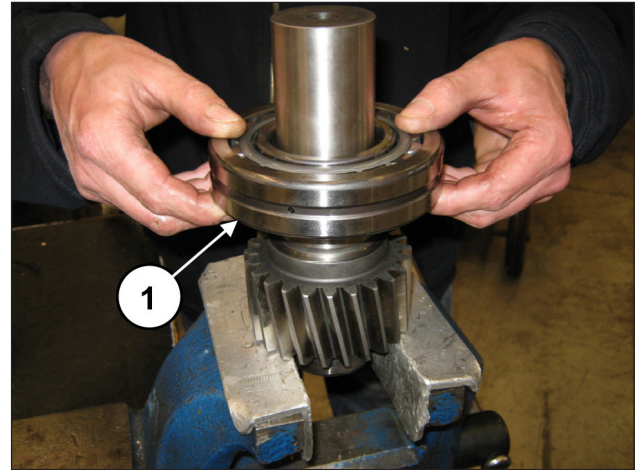
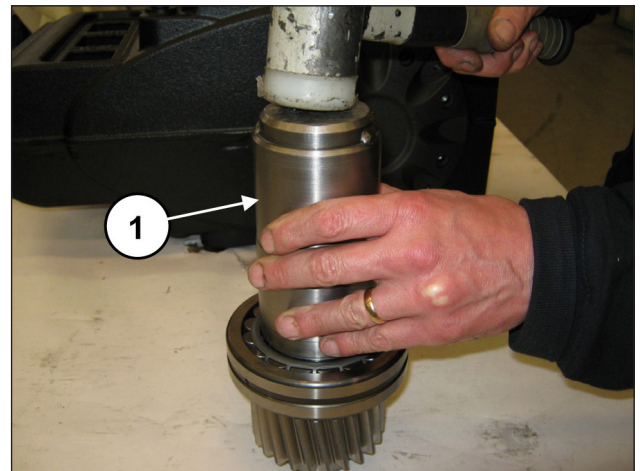

图 83
图 84
使用代码为 27604800 的工具 (位置①, 图 83)，在链轮的另一侧预装 $55 \times 120 \times 29$ 轴承 (位置①, 图 84)，直至其定位到底。